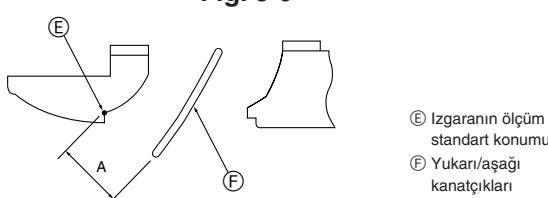

Fig. 5-10
- İstenen hava akımı yönünü ayarlamak için, kanatçıları belirtilen aralıktan yukarı/aşağı yavaşça hareket ettirin. (Fig. 5-10)